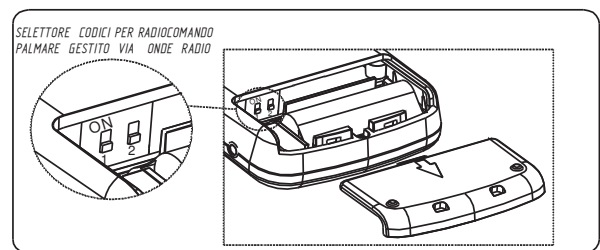

FIGURA 2
**OGNI 3 GIORNI** sollevare e fare ricadere per alcune volte le aste spazzolatubi (figura 2).